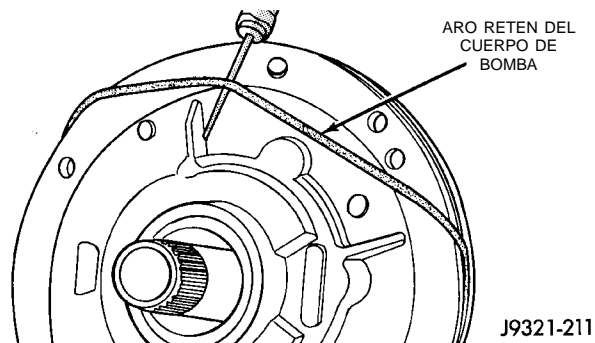
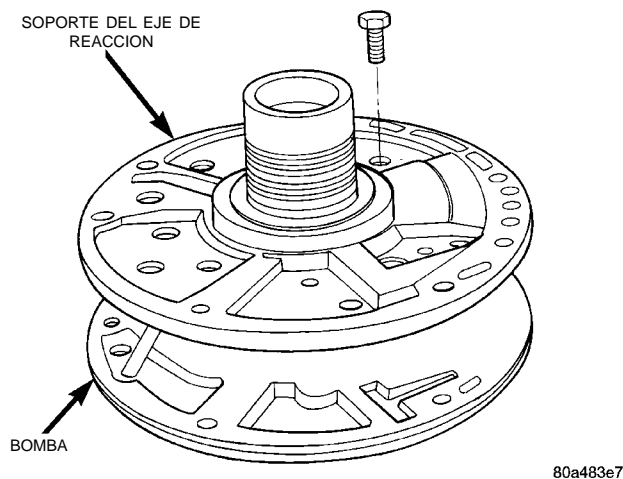

Fig. 150 Desmontaje del aro retén de la bomba
Fig. 151 Pernos del soporte de la bomba
(1) Retire el aro retén del cuerpo y el soporte del eje de reacción (Fig. 150).
(2) Marque el conjunto de cuerpo de bomba y soporte para utilizar como referencia durante la alineación.
(3) Retire los pernos que fijan el cuerpo de bomba al soporte (Fig. 151).